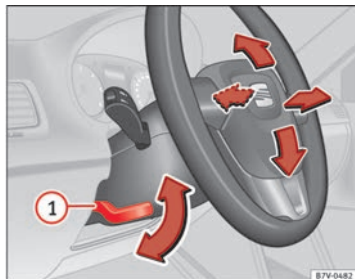

Abb. 127 Lenkradposition mechanisch einstellen.
- Den Hebel ⇒ Abb. 127 ① nach unten schwenken.